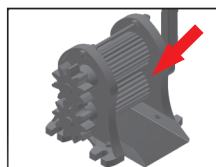

Figura 2
-Posicione a cana entre a abertura das moendas (8 e 7) conforme figura 2 e gire o cabo (3) para iniciar a extração do caldo.